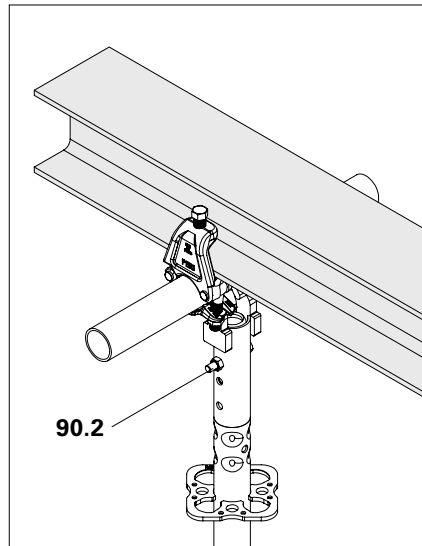

Abb. A11.01c
3. Hängegerüst mit Steckbolzen oder Schrauben und selbstsichernden Muttern in einer der Bohrungen (90.2) abhängen. (Abb. A11.01c)